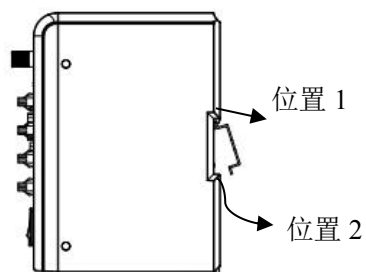

图 1 安装步骤
- 1.安装步骤（图 1）：**（1）先把控制器背面 DIN 卡轨槽位置 1 卡到导轨上。